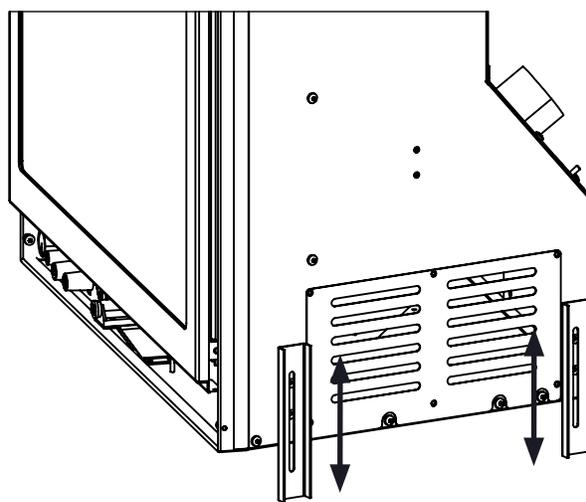

Figure 26: Les Pieds de Nivellement
8. L'aide d'un tournevis T20, ajuster les pieds de nivellement pour s'assurer que l'appareil est de niveau et suffisamment élevée si un préalable de base et / ou colonne montante doit être installé. Il ya deux (2) pieds de nivellement de chaque côté (voyez figure 26).